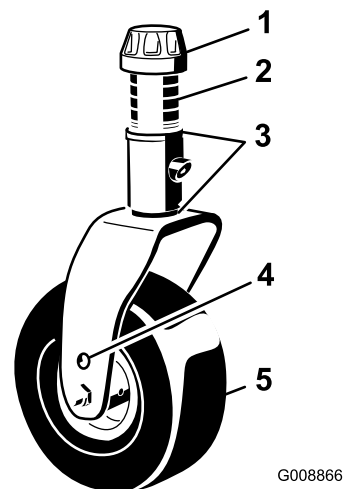

Figura 29
3. Ajuste los suplementos de 3 mm (⅛") de las horquillas de las ruedas giratorias delanteras hasta que la altura de corte se corresponda con la marca de la pegatina (Figura 29); consulte Ajuste de la altura de corte \(página 28\).